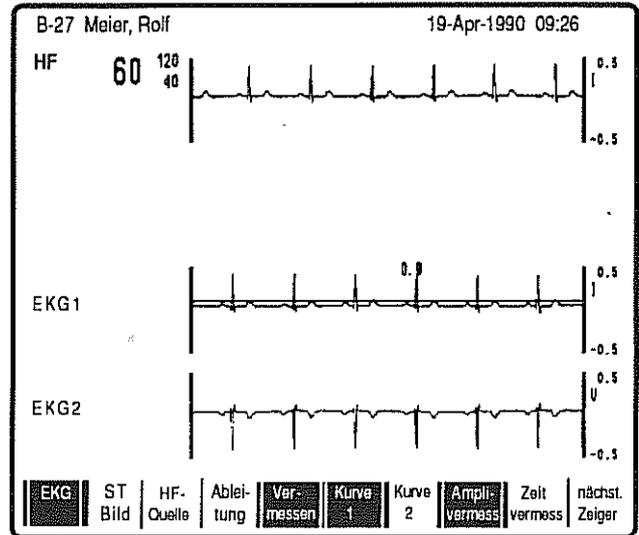

Bild 23
- * Drücken Sie Taste **F5 Vermessen**. Es erscheint jetzt eine geänderte Soft-key-Zeile, in der das Gerät gleichzeitig die Funktionen **Kurve 1** (Taste **F6**) und **Ampli vermess** (Taste **F8**) einschaltet (Bild 23).
Wie Bild 23 zeigt, schaltet das Gerät automatisch auf die Amplitudenvermessung (**F8**) von Kurve 1 (**F6**). Gleichzeitig erscheint in Kurve 1 (obere Kurve) eine waagrechte Linie (Meßlinie 1). Mit Hilfe der Pfeiltasten \uparrow \downarrow können Sie von dieser Linie ausgehend eine zweite Meßlinie nach oben oder unten verschieben. Der Abstand zwischen den beiden Meßlinien wird über der Kurve in Millivolt angegeben.